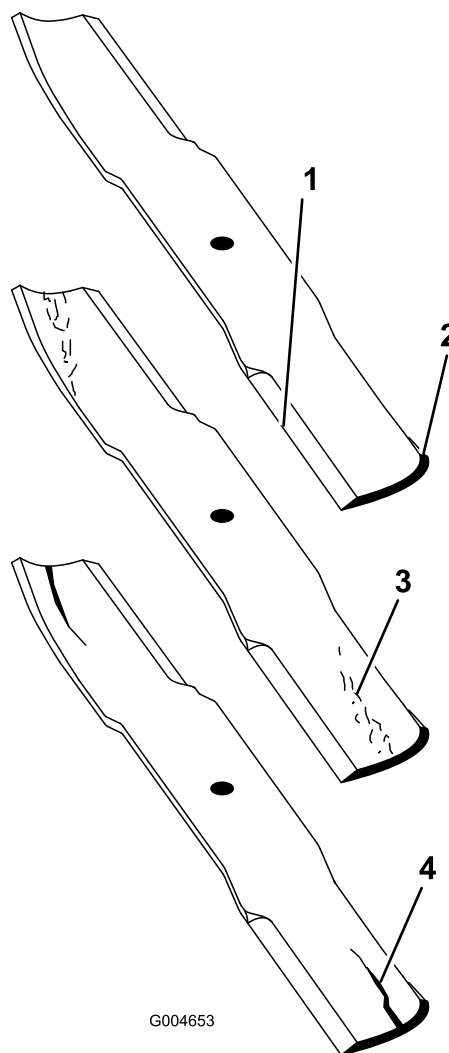

Figure 73
1. Examinez le tranchant des lames (Figure 73). Si les lames ne sont pas tranchantes ou si elles présentent des indentations, déposez-les et aiguiser-les. Voir Aiguisage des lames.
2. Inspectez les lames, surtout la partie relevée (Figure 73). Remplacez immédiatement toute lame endommagée, usée ou qui présente une entaille (Figure 73).